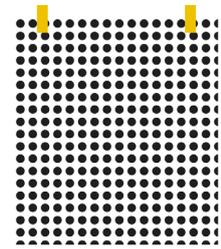

Figure 01
- › Caler le film MICROCGUV par le haut à l'aide de bandelettes de Tiro de masquage. (FIG. 01)